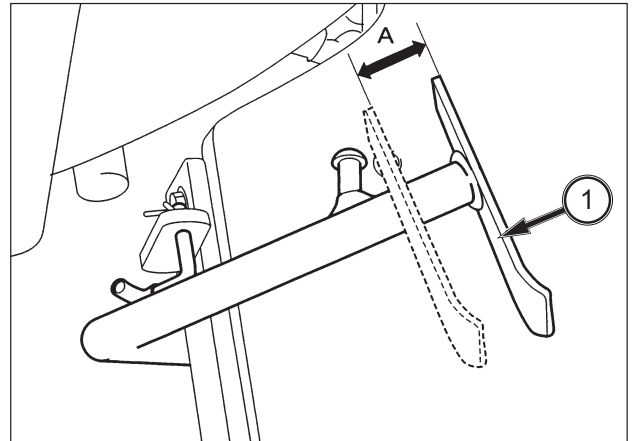

ABB. 147
**ABB. 147 UND 148:** Das Kupplungspedalspiel in regelmäßigen Abständen überprüfen und bei Bedarf nachstellen. Das korrekte Kupplungspedalspiel (A) beträgt 20 bis 30 mm und wird wie abgebildet am Ende des Pedals (1) gemessen.